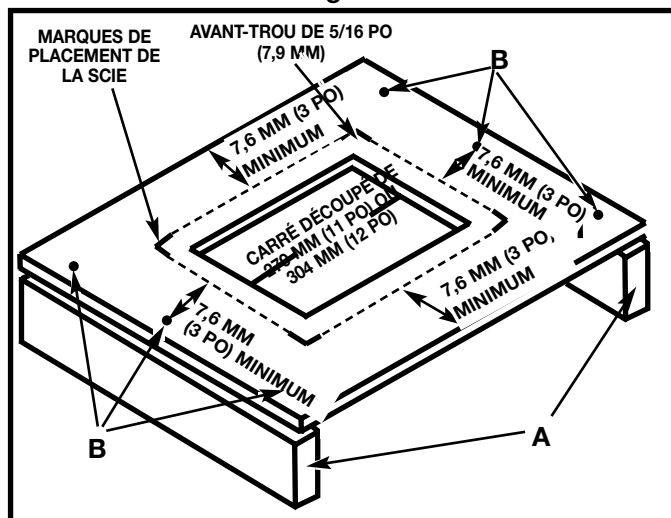

Fig. 4B
Il est également possible de construire un simple support élevé comme le montre la figure 4B.
Aligner la scie sur la surface de support et marquer l'emplacement pour percer quatre trous de 5/16 po (7,9 mm) (figure 4B).
Marquer l'emplacement d'un carré de 279 mm (11 po) ou 304 mm (12 po) de côté, au centre des quatre trous de montage. Découper et retirer le carré (figure 4B). Pour élever la surface de support, mesurer deux 2 x 4s (A, Fig. 4B) à la largeur de deux côtés opposés de la surface de support. Fixer la surface de support aux bords étroits des 2x4 (comme indiqué à la figure 4B) en utilisant des vis à bois (non fournies) dans au moins trois endroits (B) fig. 4B de chaque côté.